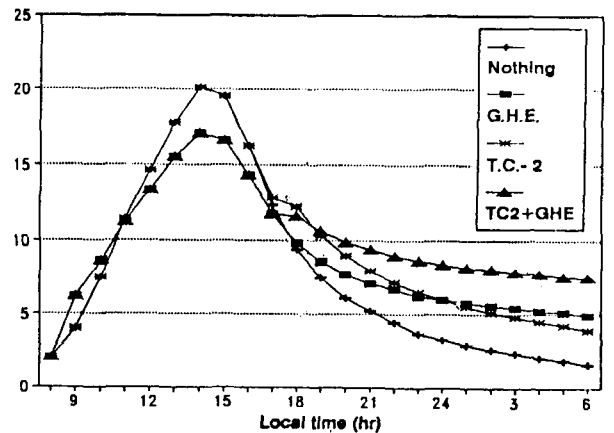

Fig. 6 보온커튼+지중열교환 효과
(2) 보온커튼 및 지중열교환의 조합효과: 무처리, 2중커튼, 지중열교환, 지중열교환+2중커튼의 경우에 대한 실내기온의 변화이다. 2중커튼의 경우, 일몰후 무처리구보다 3℃정도 높은 형태로 일정하게 하강하여 6시에는 4℃를 유지하였다. 반면, 지중열교환의 경우, 일몰후에는 실내온도상승이 상대적으로 증가하였고 6시에는 5℃정도를 유지하였다. 또한 지중열교환 및 2중커튼의 조합의 경우 실온이 무처리구보다 약 7℃정도 높은 상태를 유지하였다(Fig.6).